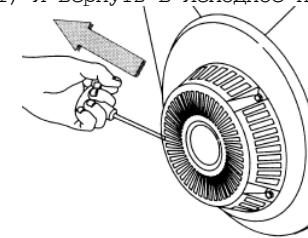

Рис. 2.
5.6.5. Плавно вытянуть до упора трос ручного стартера за ручку поз. 2 (рис. 1) и вернуть в исходное положение см. также рис. 2.
5.6.7. При ручном пуске придерживая генератор за раму, резко с интенсивным усилием вытянуть трос стартера до упора (рис. 2), повторив действие несколько раз при необходимости. Если двигатель не запускается, следует изменить положение рычага воздушной заслонки, сдвигая его вправо тем больше, чем выше температура двигателя и окружающего воздуха при использовании бензина или повторить кратковременное нажатие кнопки регулятора при работе на газе, затем повторить пуск с помощью стартера.